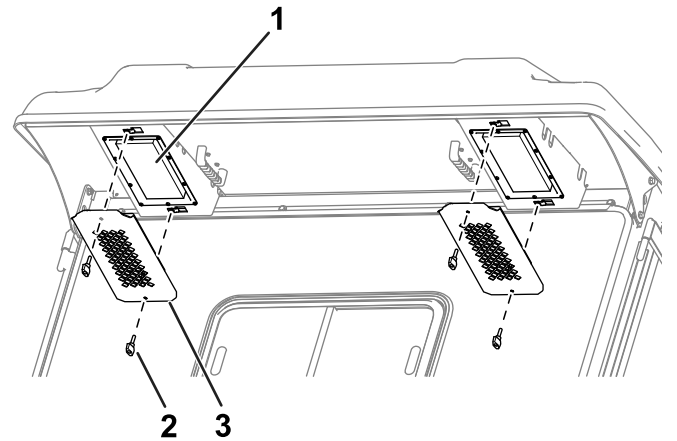

Figura 126
1. Retire los pomos y las rejillas del reborde trasero de la cabina (Figura 126).
4. Utilice los pomos y las rejillas para instalar los filtros en la cabina (Figura 126).